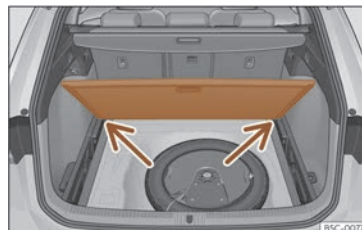

Fig. 126 Piso variable do maleteiro: posición inclinada.
- Apoie o piso sobre os aloxamentos previstos para tal uso»» fig. 126 (frechas).